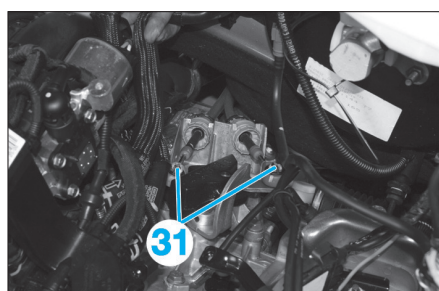

Fig. 98
- Désaccoupler et écarter les commandes de boîte de vitesses (31) (Fig.98).